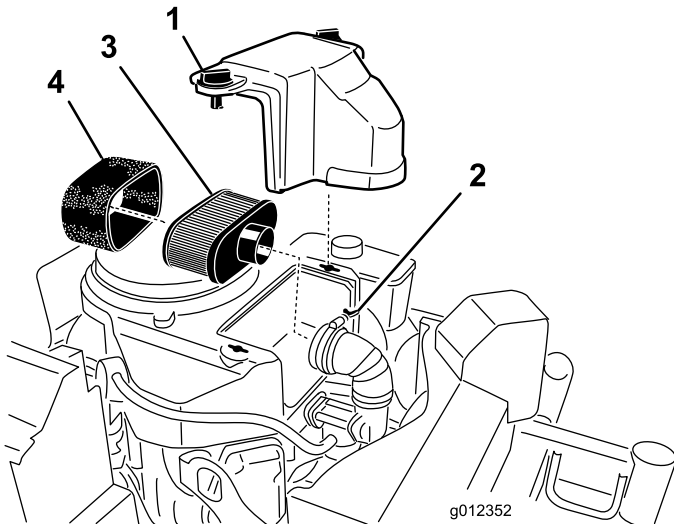

Figure 42
3. Nettoyez la surface autour du filtre à air pour éviter que des impuretés n'endommagent le moteur en tombant à l'intérieur (Figure 42).
4. Dévissez les boutons du couvercle et déposez le couvercle du filtre à air (Figure 42).
5. Dévissez le collier et déposez l'ensemble filtre à air (Figure 42).
6. Sortez délicatement l'élément en mousse de l'élément en papier (Figure 42).
1. Ne nettoyez pas l'élément en papier, remplacez-le (Figure 42).
1. Glissez délicatement l'élément en mousse sur l'élément en papier (Figure 42).
2. Posez l'ensemble filtre à air sur sa base ou sur le flexible et fixez-le en position (Figure 42).
3. Mettez le couvercle du filtre en place et serrez le bouton (Figure 42).